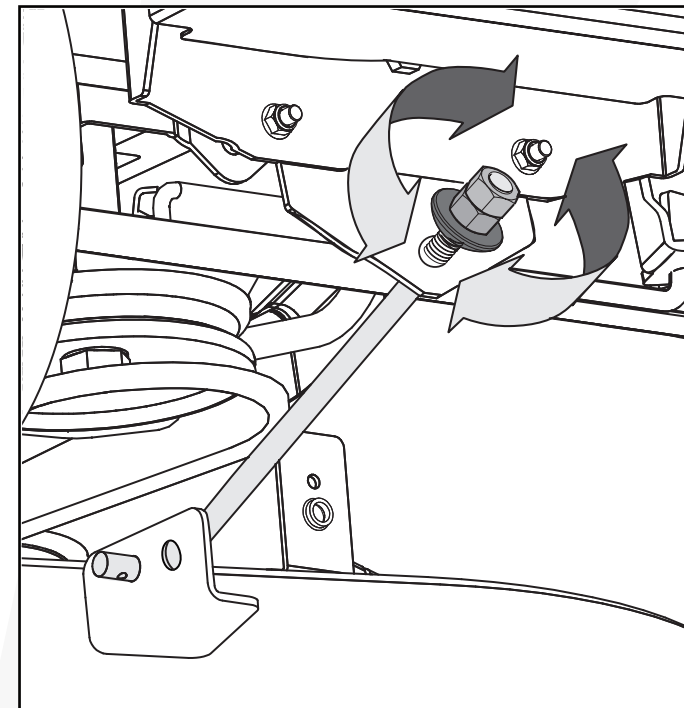

Fig. 27
3. Si se necesita un ajuste de adelante hacia atrás, después de soltar la contratuerca exterior, gire la tuerca de ajuste interior en el sentido de las agujas del reloj para subir o en el sentido contrario para bajar la parte delantera de la plataforma de corte. (Fig. 27)
5. Sin mover la tuerca de ajuste interior, vuelva a apretar la contratuerca exterior para asegurar la tuerca de ajuste interior en su lugar. (Fig. 27)